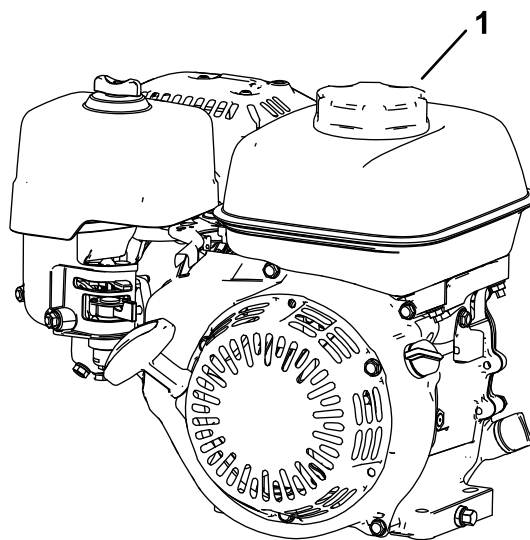

Figura 12
3. Limpe a zona em redor da tampa do depósito de combustível e retire-a (Figura 12).